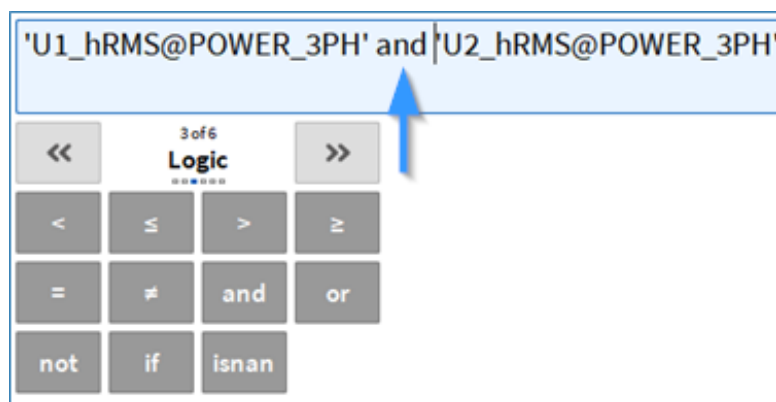

Abb. 7.72: Logikoperatoren in Kombination mit Array-Kanälen
- Logische Operatoren (siehe Abb. 7.72)